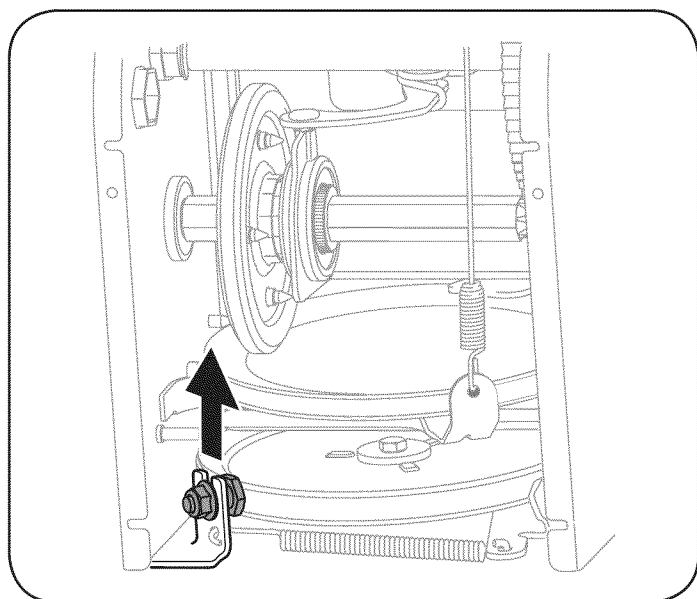
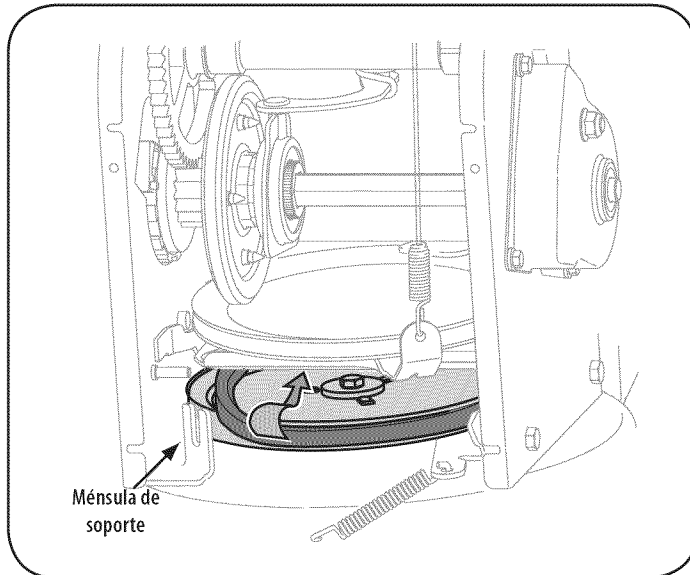

Figura 33
Figura 34
7. Afloje y retire el tornillo con reborde que actúa como guarda de la correa. Vea la Figura 33.
8. Retire la correa de alrededor de la polea de la barrena y deslice la misma entre la ménsula de soporte y la polea de la barrena. Vea la Figura 34.
**NOTA:** NO olvide volver a instalar el tornillo con reborde y volver a conectar el resorte al marco tras instalar una correa de la barrena de repuesto. Vea la Figura 33 y Figura 34.